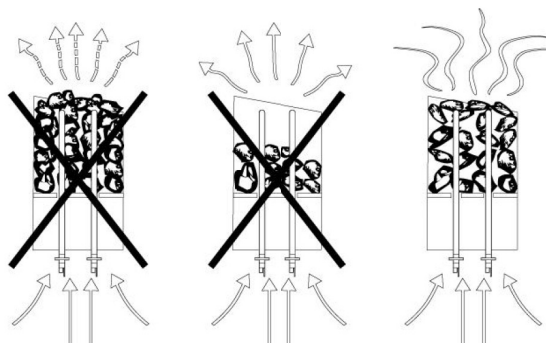

Рис.4 Схема укладки камней
6.6. **КАМНИ**, используемые для каменки, должны выдерживать большие температурные колебания, не выделять запаха и пыли. Лучшие камни - базальты, диабазы, габбродиабазы и перидотиты фракций 5-10см. Перед укладкой их необходимо обмыть. Процесс укладки показан на рис.4.